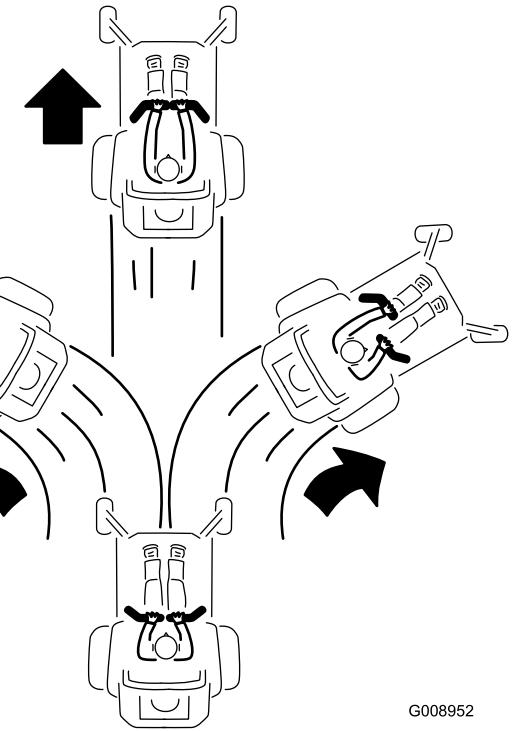

Figura 21
3. Para ir hacia atrás, empuje lentamente las palancas de control de movimiento hacia atrás (Figura 21).